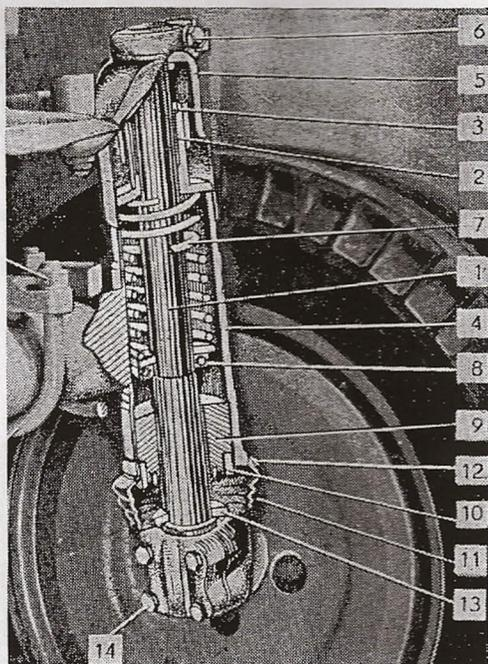

Fig. 68
Le pivot (fig. 68/1) est logé par sa partie supérieure dans la bague (2) emmanchée ensemble avec l'anneau (3) dans l'embout (4). Le levier sur fusée à butée (5) est claveté au moyen de la clavette et vissé par le boulon et l'écrou (6) sur le pivot. Entre le levier sur fusée à butée et l'embout se trouve l'anneau amortisseur. Au bas le ressort à boudin (7) prend appui sur le roulement 51107 (51108) (8) emmanché sur un épaulement du pivot. Le coussinet (9) avec la bague est freiné par l'écrou (10). Le soufflet pare-poussière (11) est fixé sur l'embout par l'anneau de retenue (12) et sur le pivot par l'anneau (13) avec la rondelle. L'anneau (13) porte l'anneau-amortisseur.
2. Déposer l'anneau de retenue serrant le soufflet pare-poussière contre l'embout (fig. 68/12).
68/6), déposer le levier sur fusée à butée, enlever la clavette et expulser le pivot hors de l'essieu avant (fig. 68/1) en opérant de haut en bas.
4. Défreiner et dévisser les quatre vis M 14×1,5×50 8G (fig. 68/14) pour dégager la fusée.
Avis: Pour remplacer les ressorts à boudin (fig. 68/7) ou le roulement 51107 (51108) (fig. 68/8), dévisser d'abord avec lac lef spéciale l'écrou (fig. 68/10) et après avoir enlevé le coussinet avec la bague, déposer le roulement et le ressort.